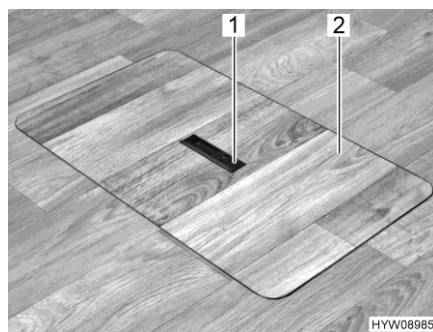
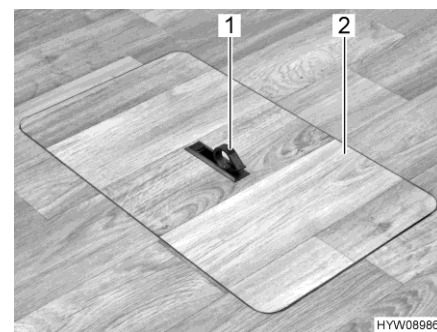

Fig. 53 Cubierta del compartimento de almacenamiento en el piso (tirador hundido)
Fig. 54 Cubierta del compartimento de almacenamiento en el piso (tirador girado hacia fuera)
- Presionar hacia abajo un lado de la placa de agarre (Fig. 53,1). El tirador (Fig. 54,1) girará hacia arriba.
- Retirar la cubierta (Fig. 54,2) hacia arriba.
- Insertar la cubierta (Fig. 54,2) en el marco en el piso.